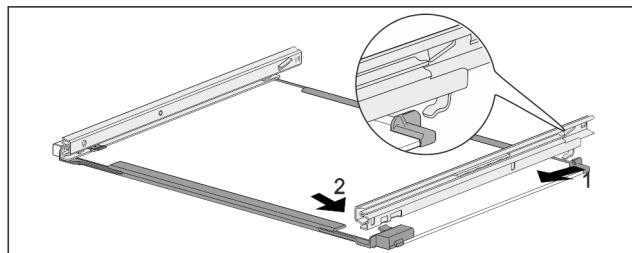

Fig. 176 带轨道的玻璃隔板
- ▶ 轨道后部钩入。 Fig. 176 (1)
- ▶ 轨道前部卡紧。 Fig. 176 (2)